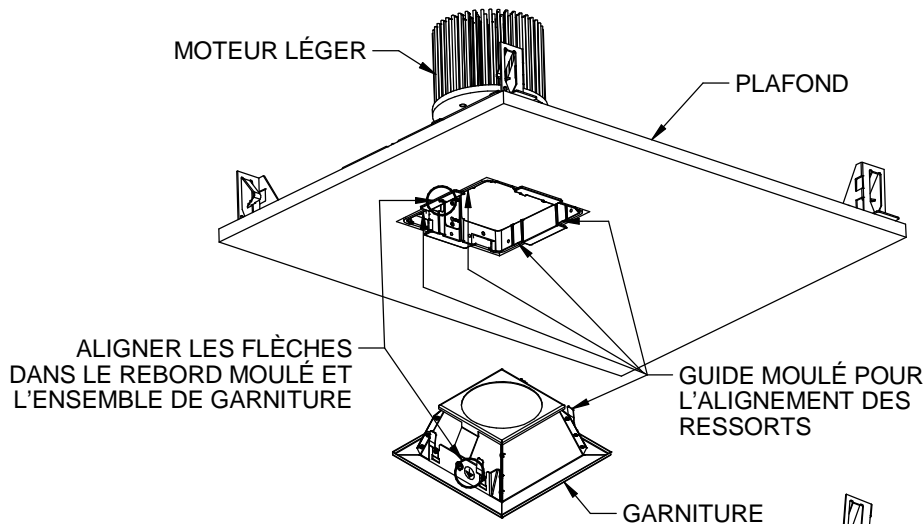

FIG 1.1
1. Installer l'ensemble de garniture inférieur sur le luminaire après l'installation du logement et du moteur d'éclairage dans le plafond fini, en alignant les flèches gaufrées dans le rebord moulé et l'ensemble de garniture. Insérer les ressorts dans le guide moulé approprié pour l'alignement des ressorts et pousser délicatement contre le plafond. FIG 1.1 et 1.2.